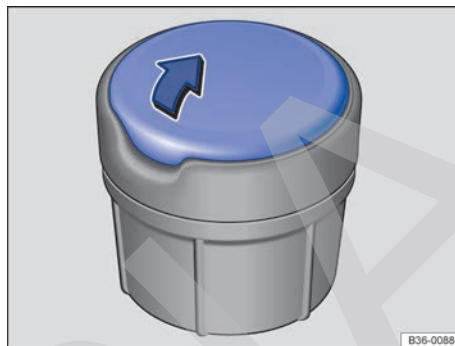

Fig. 164 Cenicero portátil.
- Para *abrir* el cenicero, levante la tapa del mismo → **fig. 164** en el sentido de la flecha.